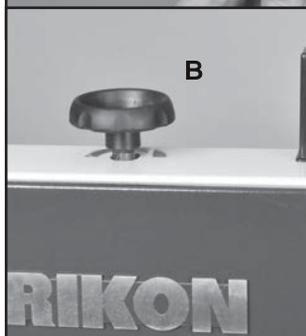

FIGURE 8
1. Monter le porte-outil (# 46A) à l'arrière de la colonne avec deux vis Phillips (# 45A). Fig. 8. Rangement pratique pour l'hexagone Clés (3, 4, 5, 6 mm).